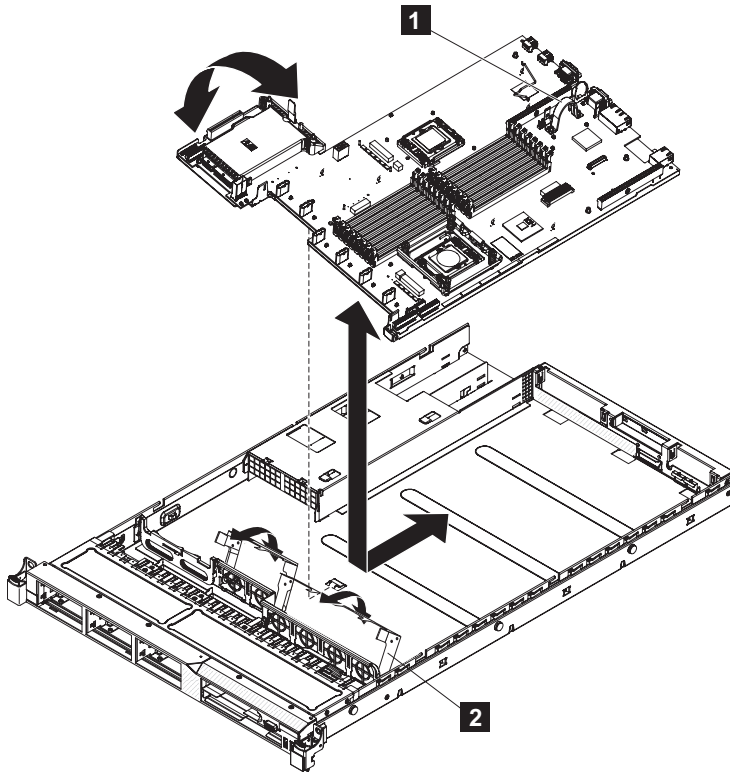

図 274. SAN ボリューム・コントローラー 2145-CG8 または 2145-CF8 システム・ボードの取り外しと交換
- | 18. システム・ボード・ハンドル (312 ページの図 274 の **1**) をつかみ、システム・ボードをスライドさせてノードの後部から離します。システム・ボードの電源機構ユニットに近い方の側面を少し持ち上げて、ロケーター・ピンから外します。次に、312 ページの図 274 に示すように、システム・ボードをノードの左方に少しスライドさせます。